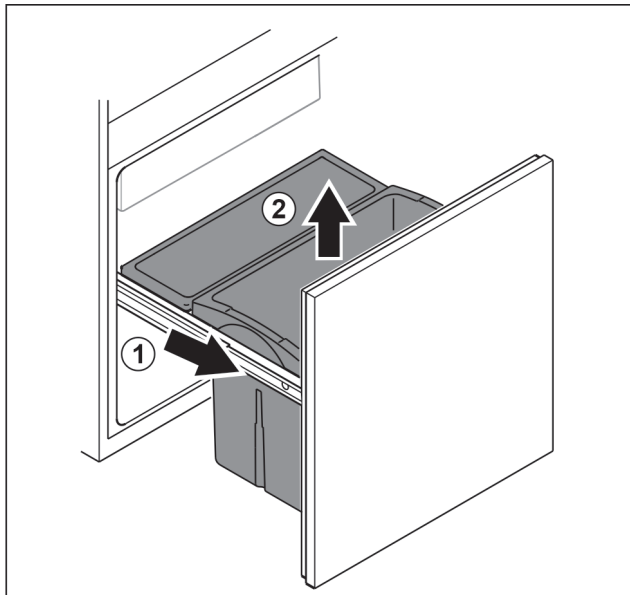

Fig. 103
- Estrarre il carrello estraibile fino all'arresto. Fig. 103 (1)
- Rimuovere il cassetto estraendolo verso l'alto. Fig. 103 (2)